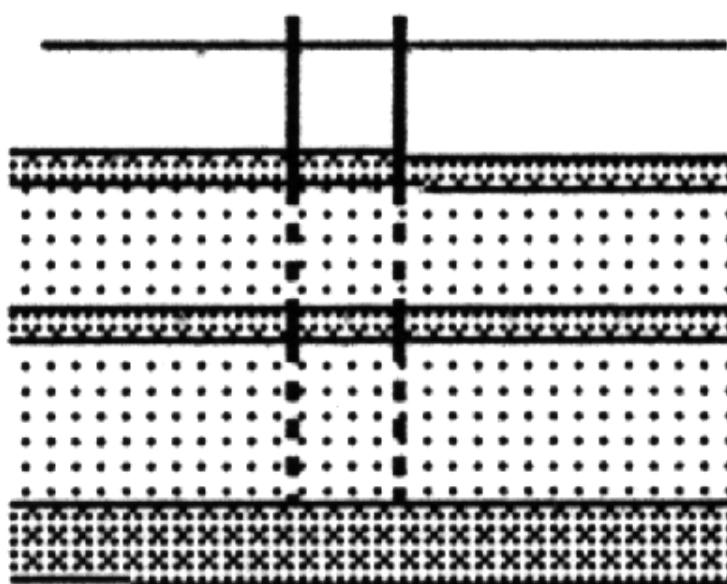

Figure 17: Aquifère multicouche
- *Dans un aquifère multicouche, on crêpine le maximum d'aquifères (fig17.). Dans les nappes libres on ne crêpine que la moitié mouillée inférieure à cause du rabattement.*